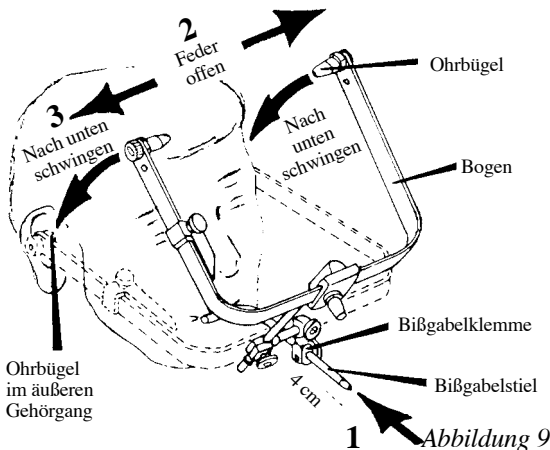

Abbildung 9
- Abbildung 9 zeigt das Eintreten des Bißgabelstiels in die gelockerte Bißgabelklemme. Diese Klemme (1) ca. 4 cm weit auf den Stiel schieben, dann den Bogen "auffedern" lassen (2) und nach unten schwingen (3), so daß die Ohrbügel in den äußeren Gehörgang eintreten können.